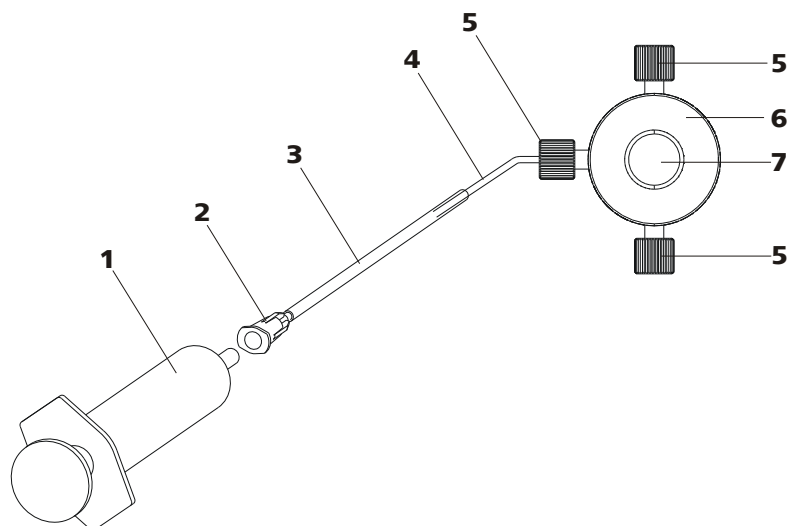

Figura 18 Eliminar o ar da bomba de alta pressão
Elimine o ar da bomba de alta pressão da seguinte forma (*ver figura 18, página 36*):
- Inserir a seringa (18-**1**) na conexão Luer (18-**2**) da agulha de purga (*ver figura 18, página 36*).